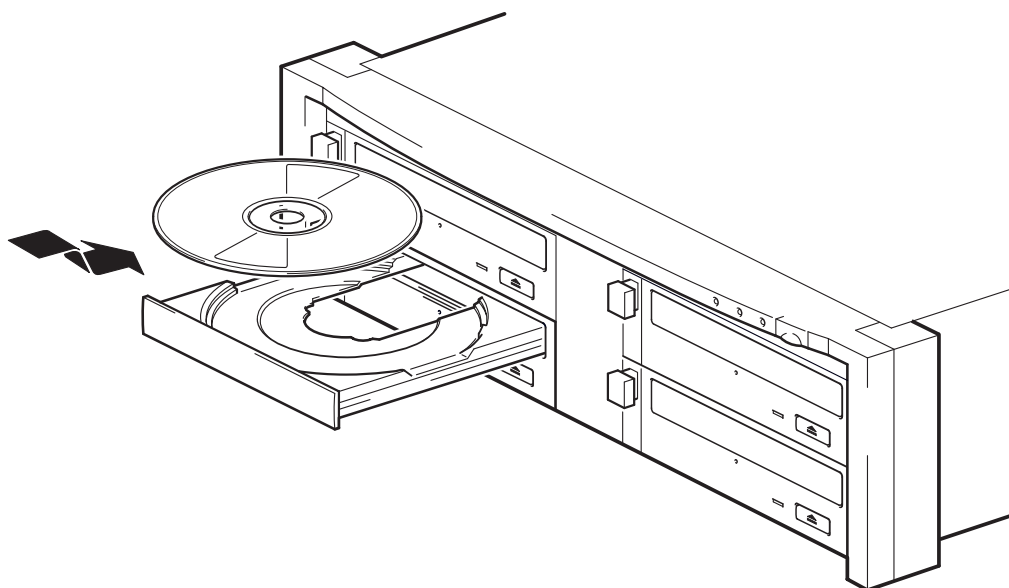

Figura 4a: caricamento del disco
- 1 Inserire un CD o un DVD nel vassoio di caricamento del disco con il lato stampato rivolto verso l'alto, come illustrato in figura 4a, e spingere delicatamente il vassoio verso l'unità.